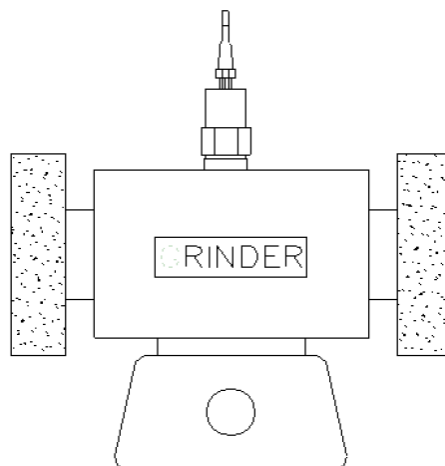

Figur 2.
9. Om ytan på den uppmätta applikationen inte är järnhaltigt material, skall vibrationssensorn hållas med hjälp av handen och sensorn skall beröra ytan på mätapplikationen. Se nedanstående figur 2.